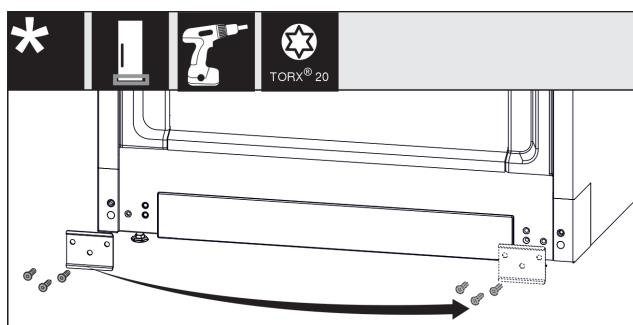

Fig. 12
- ▶ Odvrnite lim, premjestite ga na drugu stranu i ponovno ga pričvrstite. Fig. 12 (1)
- ▶ Ponovno nataknite pokrov na drugu stranu. (1)